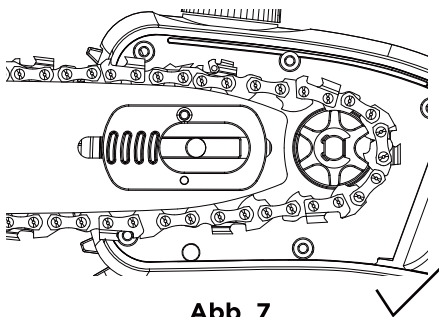
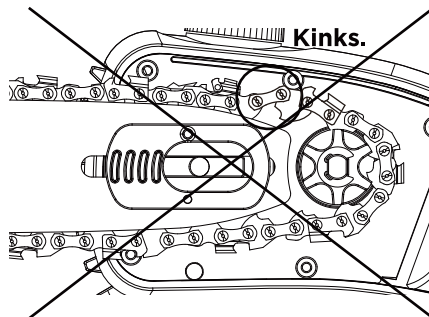

Abb. 7
Abb. 8
4. Vergewissern Sie sich, dass alle Teile richtig sitzen und halten Sie die Kette und das Schwert in einer ebenen Position. Vergewissern Sie sich, dass die Antriebsglieder vollständig im Antriebsrad sitzen (Abb. 7) und nicht geknickt sind, wie in (Abb. 8) gezeigt. Wenn ein Knick auftritt, greifen Sie die Kette am Schwert kurz vor dem Knick und ziehen Sie den Knick dann heraus.